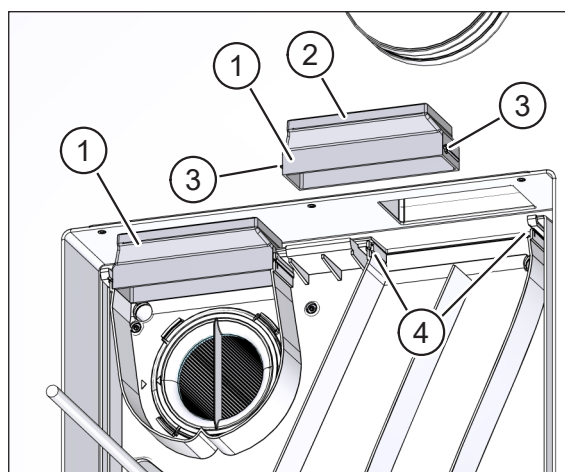
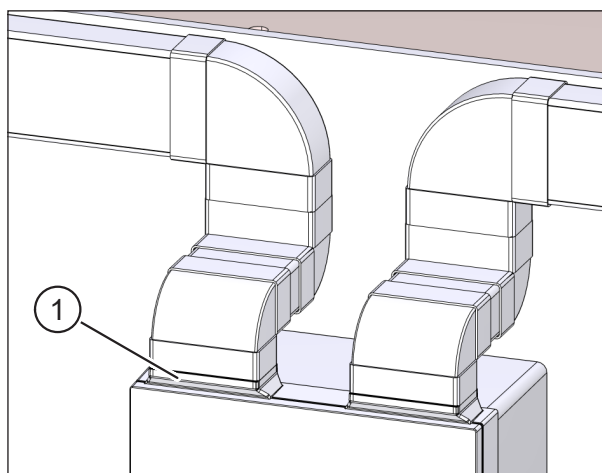

Fig. 39: Introducerea adaptoarelor pentru tubulatură
Fig. 46: Conectarea tubulaturii dreptunghiulare la aparatul de ventilație
- ▶ Luați cele două adaptoare pentru tubulatură din kitul adaptorului U² (elementul 1 în Fig. 39).
- ▶ Verificați dacă elementele de etanșare (elementul 2 în Fig. 39) sunt amplasate corect în partea superioară a adaptoarelor pentru tubulatură.
- ▶ Atașați adaptoarele pentru tubulatură în așa fel încât clapetele (elementul 3 în Fig. 39) să se alinieze cu canelurile (elementul 4 în Fig. 39) în montaje.
- ▶ Introduceți adaptoarele pentru tubulatură (elementul 1 în Fig. 46) în aparatul de ventilație (a se vedea descrierea și Fig. 39 în secțiunea 11.6.3 la pagina 36).